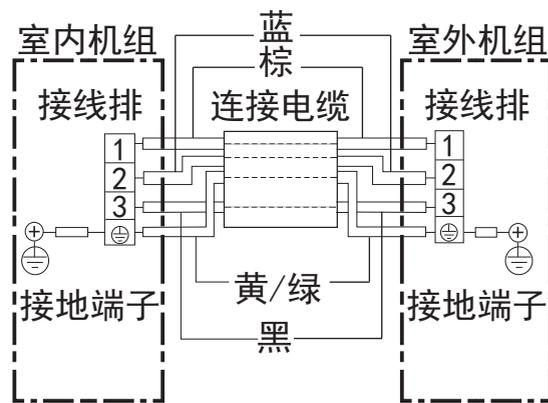

图13
(1) 用附件 ⑧ 连接电缆按接线图13要求正确地连接室内外机组，绝对不可连接错误。
(2) 连接电缆必须用室内外机组上的连接线压板压紧。
- 接地线必须根据图13所示用连接电缆中黄/绿色导线接至带有“⊕”标记的接线端子上。